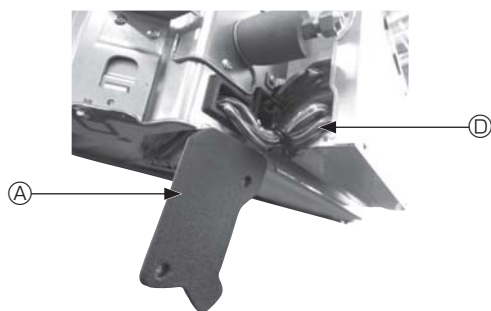

Fig. 4-4
- ① Retire os dois parafusos que seguram a tampa dos fios da unidade principal e, em seguida, abra a tampa.
- ② Passe os fios do i-See sensor e do recetor de sinais pelas entradas de fios na caixa dos componentes elétricos, tal como exibido no diagrama, e à volta dos casquilhos existentes na parte lateral da unidade principal. (Fig. 4-4)